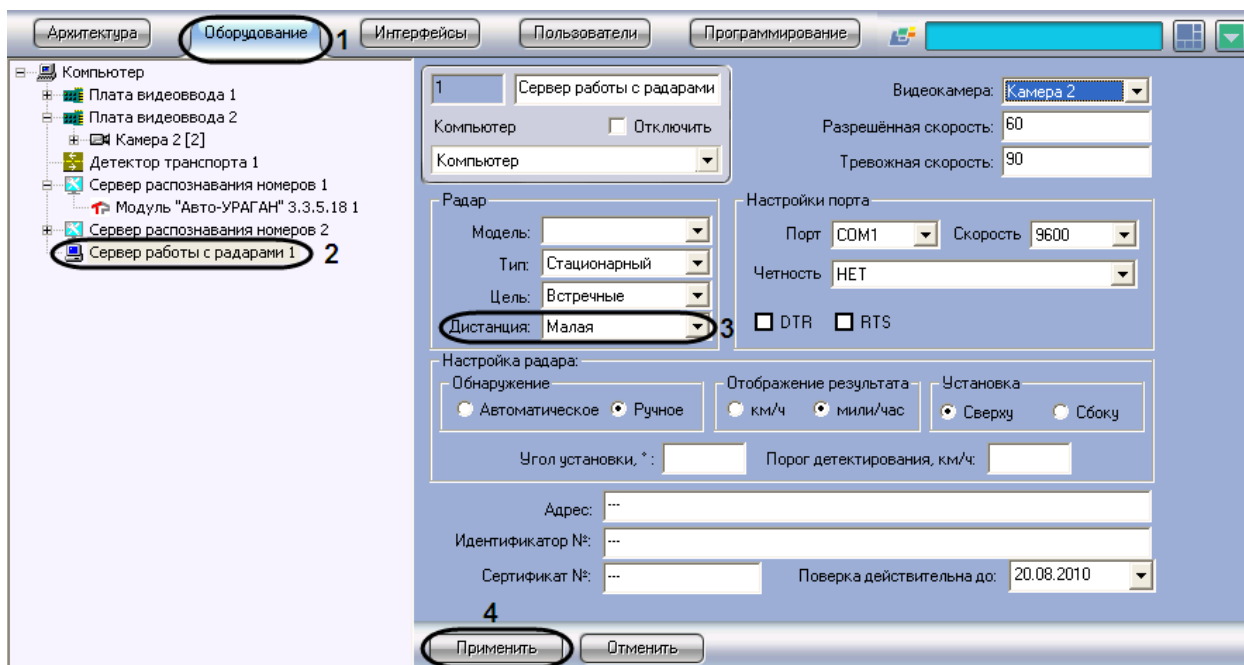

Рис. 7.3—8. Выбор дистанции для определения скорости движения транспортного средства
1. В диалоговом окне «Настройка системы» перейти на вкладку «Оборудование» (см. Рис. 7.3—8, 1).
2. В дереве объектов на вкладке «Оборудование» выбрать объект «Сервер работы с радарными», соответствующий настраиваемому программному модулю «Радар» (см. Рис. 7.3—8, 2). В правой части вкладки «Оборудование» отобразится панель настройки выбранного объекта.
3. В списке «Дистанция» выбрать расстояние от устройства «Радар» до места определения скорости движения транспортного средства, на котором требуется определять скорость движения (см. Рис. 7.3—8, 3).
4. Нажать кнопку «Применить» (см. Рис. 7.3—8, 4).